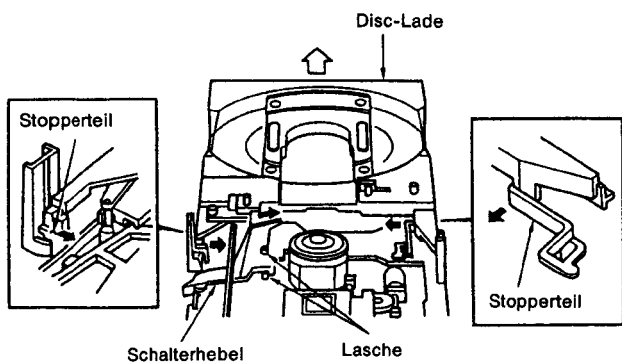

Abb. 1
**1. Austausch von Teilen im Lademechanismus (Abb. 1 und 2)**
Öffnen Sie die Disc-Lade. Benutzen Sie einen flachen Schraubenzieher um die Stopper in Abb. 1 (je einer links und rechts) in die Richtung des schwarzen Pfeils zu drücken. Ziehen Sie dann die Disc-Lade in Richtung des weißen Pfeils heraus.
**(2) Einbau der Disc-Lade (Abb. 1, 2 und 3)**
**(5) Austausch des Hebelschalters (Abb. 1)**